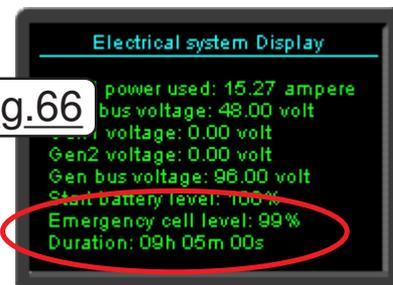

Fig.66
**RECYCLING** laisser les 8 boutons des rampes **MAIN** et **BACKUP** sur OFF. Nous n'avons plus de traitement de l'air, mais on gagne 39A ce qui est considérable. Bien évidemment, on les remettra en service à la demande quand le système d'alerte se déclenchera. En fait c'est la température qui va créer problème. Quand l'alerte **Temp** se déclenchera, activer **COOL**. La surveiller en affichage mode **DTA** et dès qu'elle repasse au dessus de 22°C couper à nouveau le chauffage. La suite des préparatifs se fait sur le **lower panel**. Nous allons larguer la charge de la soute en orbite, comme c'est du matériel de très haute technologie, elle y sera plus en sécurité. Vu son coût, si la réentrée se termine mal, autant l'épargner. Soit un autre Delta viendra la récupérer, soit une autre mission viendra prendre la suite des expériences. Mais il faut procéder dans un ordre subtil : Zone **COMPUTER panel** cliquer sur **DISP > 4** pour afficher l'autonomie électrique en fonction de la consommation globale actuelle comme montré sur la figure 66. Au début la durée de 9h semble largement suffisante, mais chaque activation d'un système électrique va la diminuer sensiblement. Notre obsession va être l'économie du moindre petit ampérage. Notre vaisseau se trouve sur une position qui permet une réentrée immédiate. Préparons la machine en n'activant que les systèmes strictement nécessaires.